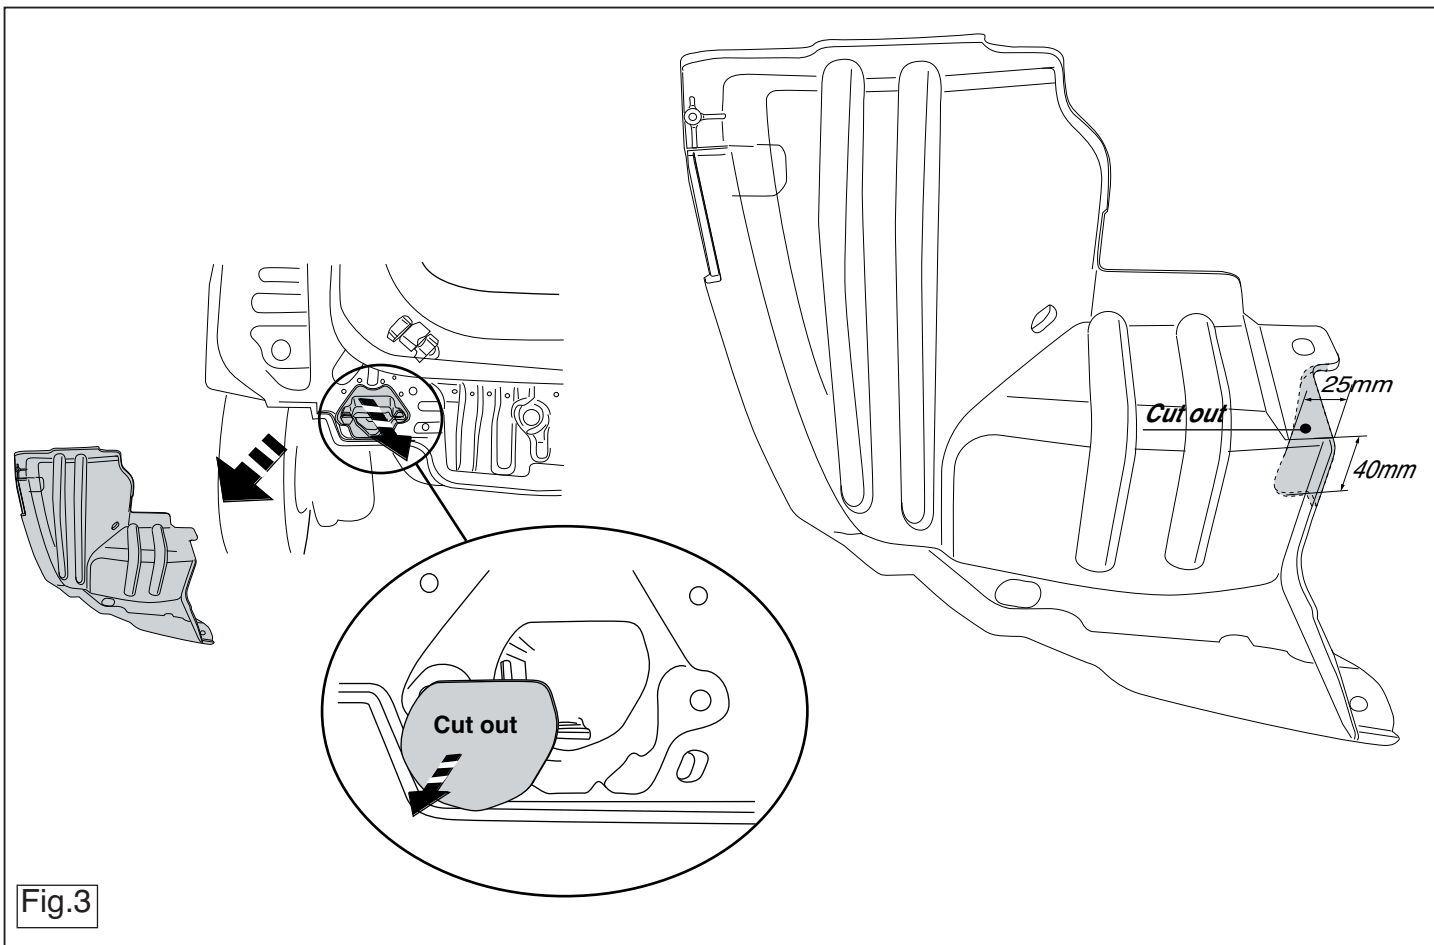

Fig.3
3. Удалить кронштейн с левой стороны и снять противогрязевые. См. рисунок 3.
4. Выпилить обозначенную часть, как указано на рис. 3.